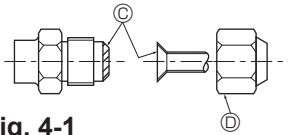

Fig. 4-1
(A) (Fig. 4-1)
(B) (Fig. 4-1)
4.2. Tubos de ligação (Fig. 4-1)
- Aplique uma fina camada de óleo refrigerante ao tubo e à superfície de costura da junta antes de apertar a porca do tubo. (A)
- Aperte os tubos de ligação com duas chaves. (B)
- Aplique óleo de máquina refrigerante em toda a superfície de encaixe de afunilamento. (C)
- Utilize as porcas afuniladas para o tamanho de tubo que se segue. (D)